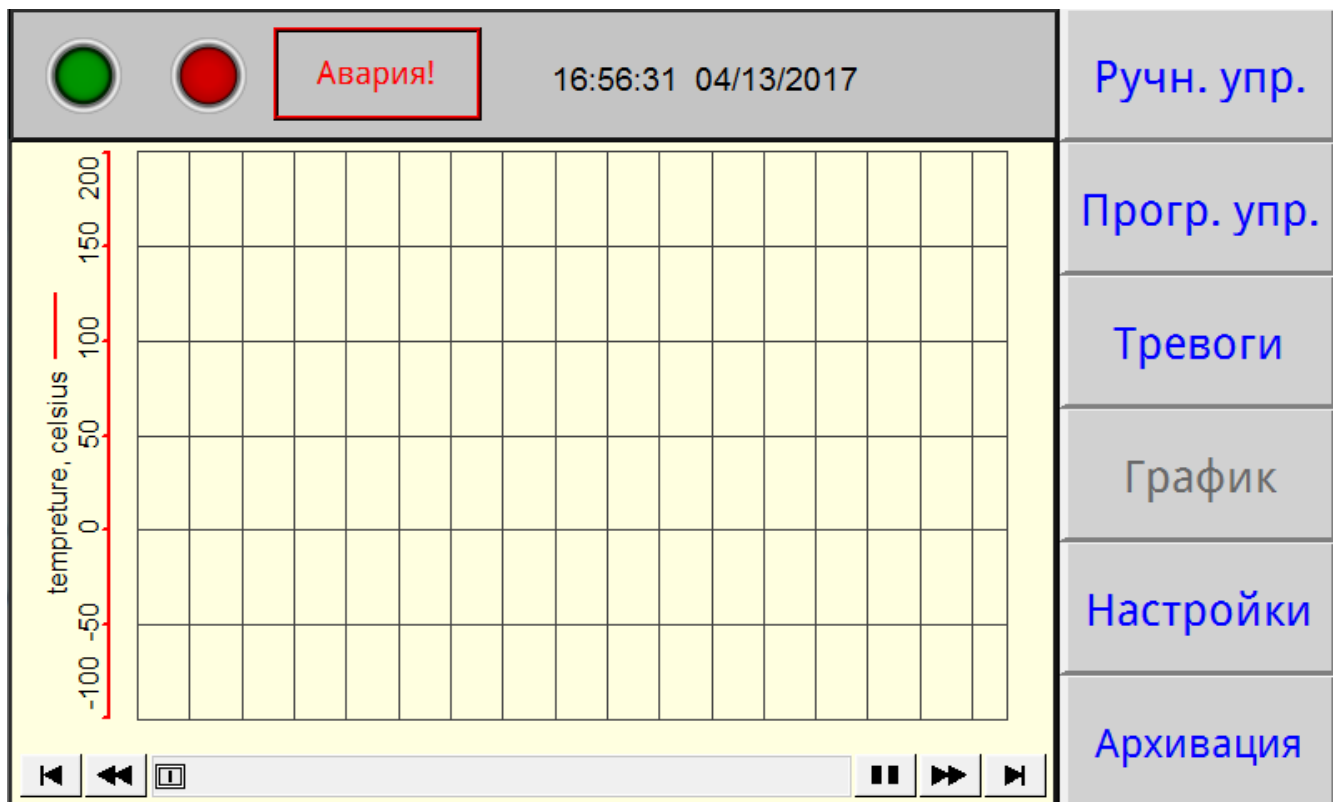

Рисунок 9
8.10 На сенсорный дисплей в процессе работы камеры можно вывести график изменения температуры и влаги. При нажатии на поле «График» будет отображен экран рисунок 9.